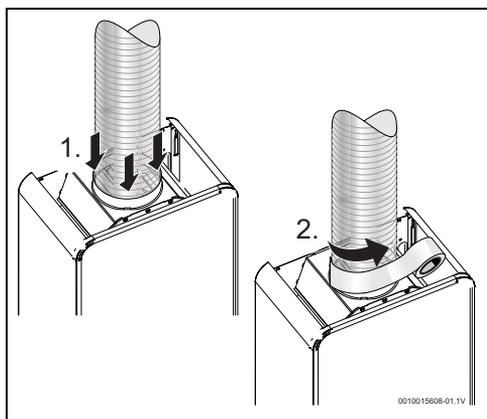

Fig. 11
- être insérés à l'intérieur de l'anneau de cheminée (→ dimensions de l'anneau dans le tabl. 4), sans dégagements, et être correctement placés dans les raccords-unions. En cas de dégagements, le raccordement doit être scellé avec le matériau adéquat (fig. 11),